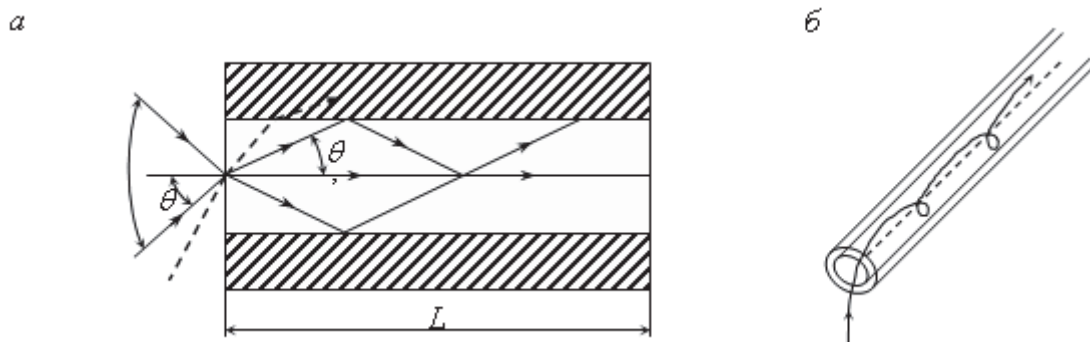

Рис. 2.2. Траектории меридиональных (а) и косых (б) лучей в оптическом волокне
Если луч света, преломившись на границе раздела воздух–сердцевина на торце волокна, попадает на границу сердцевина–оболочка под углом, большим критического (рис. 2.2), происходит полное внутреннее отражение [10–11]. В связи с цилиндрической симметрией волокна полное внутреннее отражение этого луча имеет место и на нижней границе сердцевины, то есть луч оказывается захваченным сердцевинной. Траектория луча, каналируемого вдоль сердцевины, имеет зигзагообразный характер. Полное внутреннее отражение луча происходит в каждой точке излома.
Лучи, изображенные на рис. 2.2, а, всегда пересекают ось волокна. Такие лучи называют меридиональными.
Легко показать с помощью рис. 2.2, а, что закон Снеллиуса (см. формулу 2.1) для торца волокна выполняется в случае
На основании рис. 2.2, а можно также утверждать, что все лучи, которые попадают на торец сердцевинной оболочки волокна внутри конуса, образующая которого составляет угол θ_a с осью волокна, будут распространяться вдоль волокна и выйдут из его выходного торца практически без потерь (полагаем, что волокно сделано из абсолютно прозрачного материала). Угол θ_a называется приёмным (апертурным) углом волокна для меридиональных лучей. Уравнение (4) определяет важный параметр волокна, называемый числовой апертурой NA по аналогии с числовой апертурой линзы или объектива, и является очень полезной величиной, так как позволяет оценить количество световой энергии, которую можно ввести от источника света в волокно. Эта величина безразмерная и зависит только от показателей преломления n_1 и n_2 .
Все сказанное выше относилось только к меридиональным лучам, т. е. таким, которые лежат в одной плоскости с осью волокна. Кроме меридиональных существуют лучи, которые распространяются внутри сердцевинной оболочки, не пересекая ось волокна. Такие лучи, называемые косыми, распространяются таким образом, что их траектории не лежат в одной плоскости, в отличие от меридиональных лучей (рис. 2.2, б). Часть этих лучей постоянно теряет энергию по мере распространения вдоль волокна. На малых расстояниях, измеряемых метрами, косые лучи могут переносить (в зависимости от условий ввода излучения) достаточно большую часть общей мощности.